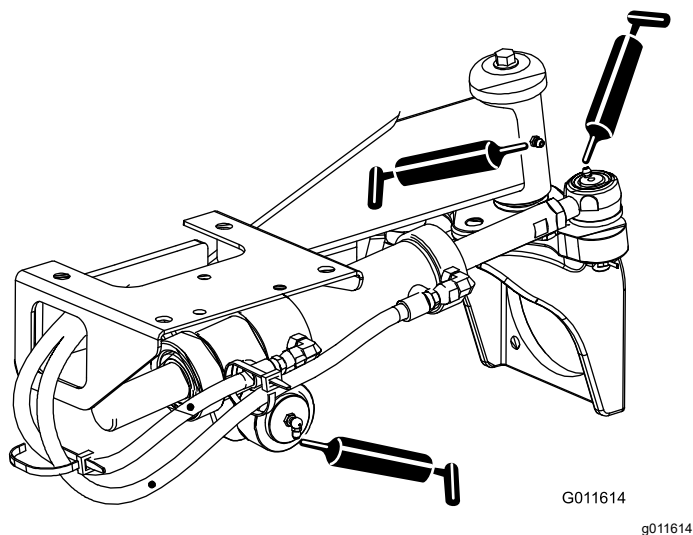

Figura 69
- Rótulas do cilindro de direção (2) e eixo traseiro (1) – Figura 69